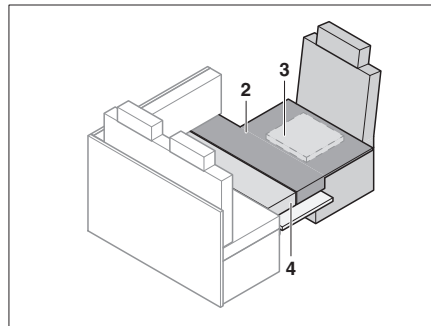

Fig. 191 Dopo la trasformazione
- Applicare i cuscini aggiuntivi come illustrato in Fig. 191.